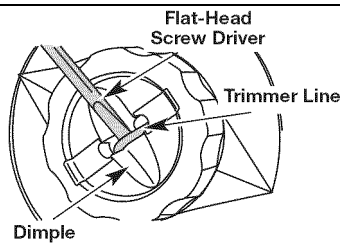

Рис. 15
2. Используйте плоскую отвертку (Рис. 15) установите её заостренный конец в петлю лески и усилиями вытащите хвост лески.